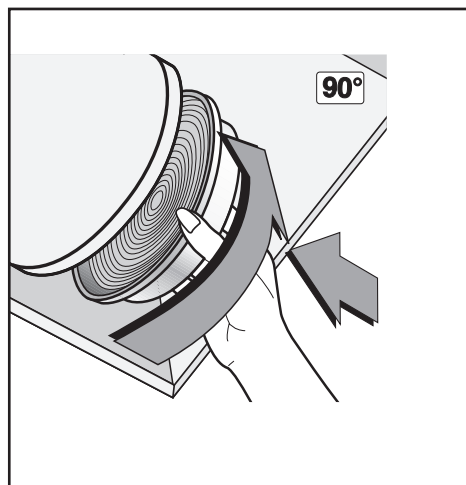

Fig.13
- 2 Si le produit est fourni avec des filtres à charbons actifs? les enlever comme cela est indiqué dans la fig. 13.
- En fonction du modèle que vous possédez, les filtres à charbon actif **CIRCULAIRES** doivent être installés à l'intérieur de la hotte, en les centrant sur l'axe central de la grille moteur, et en les pivotant de 90° jusqu'au déclic d'arrêt, sans forcer (fig 13). Pour le remplacement, répéter l'opération dans le sens contraire pour démonter l'ancien filtre.